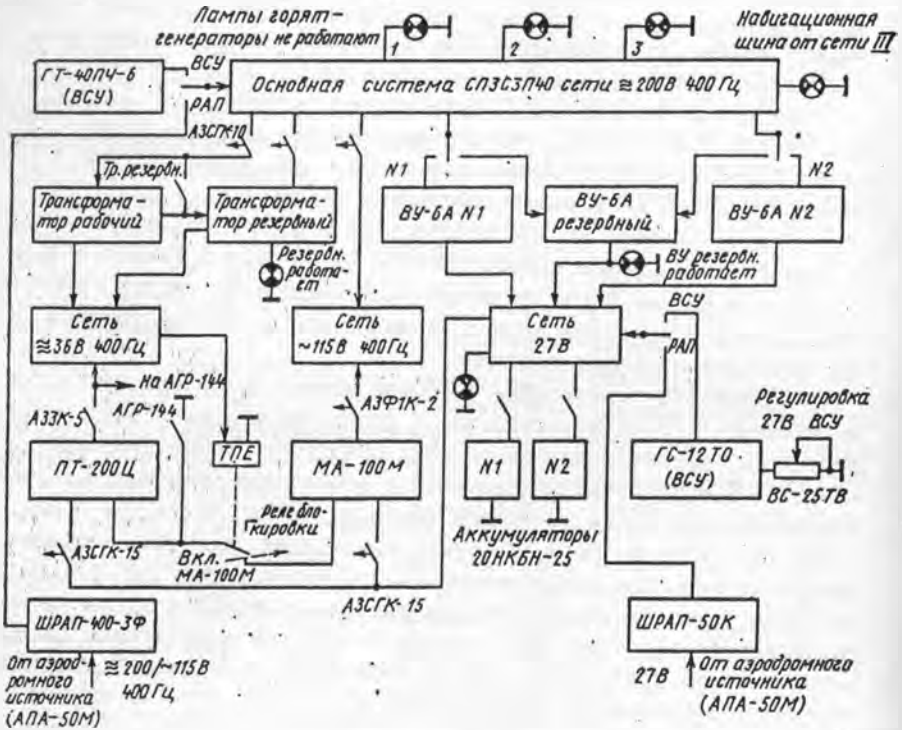
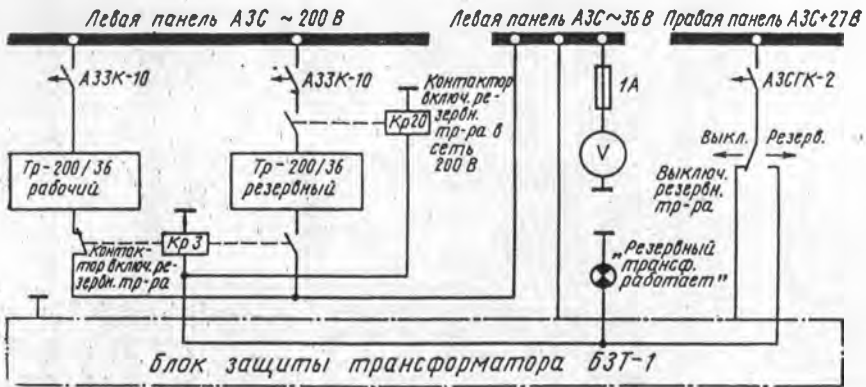

Рис. 7 Схема распределения 3-х фазового тока.
Рис. 11 Блок-схема включения трансформаторов Тр-200/36
Основными распределительными устройствами (рис. 7,8) системы переменного тока 200/115 В на самолете являются левая 15 и правая 8 панели генераторов, конструктивно выполненных в виде двух шкафов, вытянутых от пола до верхней обшивки фюзеляжа. Они расположены симметрично в проходе к туалетам (шпангоуты № 63 и 64). Панели со стороны прохода закрыты дверями с тремя замками. К левой панели 15 подключается генератор Г1 (13) на сеть № 1 и от нее питается левая панель АЗС (2). Распределительная коробка (РК) кухни (6) и освещение салонов.
Система питается от основной системы электроснабжения через два трансформатора Тр 200/36 (рис. 11). Система включается автоматически при наличии напряжения 200 В в основной системе. Напряжение и частота электрического тока не регулируются. В нормальном режиме работы включен "рабочий" трансформатор Тр 200/36 и потребители питаются напряжением от "рабочего" трансформатора, который подключен к шинам "А", "В" и "С" распределительной коробки РК-36 (см. рис. 7).